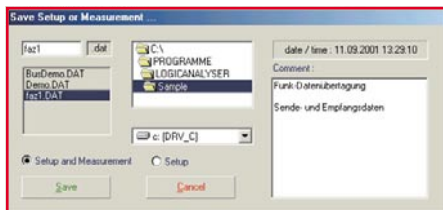

Bild 7: Möglichkeit der Abspeicherung von Messungen und Einstellungen mit Eingabe eines Kommentars
- Sowohl die Messung und die Einstellungen als auch lediglich die Einstellungen lassen sich mit Eingabe eines Kommentars abspeichern, siehe Abbildung 7.